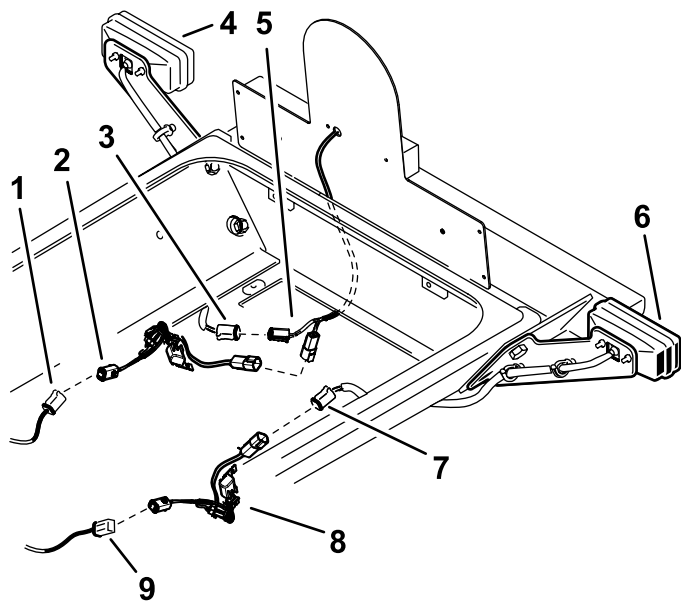

Figura 26
- Instale el arnés con el cable azul a la derecha, tal y como se muestra en la Figura 26.
- Instale el arnés con el cable marrón a la izquierda, tal y como se muestra en la Figura 26.